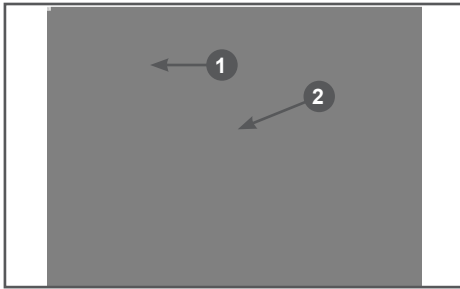

Рис. 5 Крепление троса останки двигателя
5. Закрепите наконечники тросов останки двигателя и включения привода хода в соответствующих рычагах. Оболочки указанных тросов закреплены на верхней части рукоятки, верхний трос – трос останки двигателя, нижний трос – трос включения привода хода. Вставьте Z-образные наконечники тросов в отверстия в соответствующих рычагах с внутренней стороны рычагов. Для примера на Рис. 5 показано крепление наконечника троса останки двигателя.